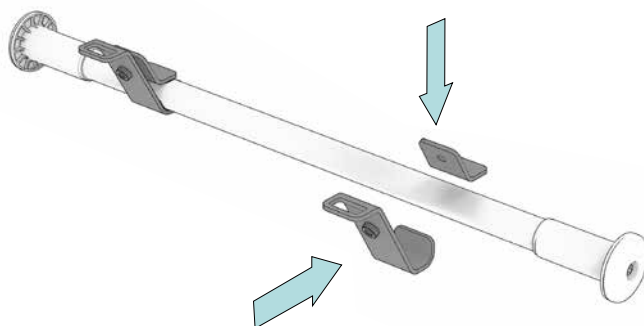

Fig. 3
Puis, bloquez la fixation sur le rail à l'aide de la tôle courte ③ et de la vis papillon ④. Serrez l'assemblage vissé sans forcer pour pouvoir procéder au réglage plus tard (fig. 3 et 4).